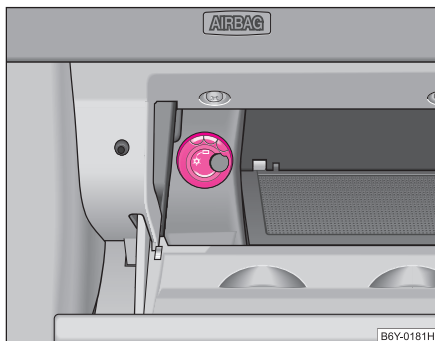

Abb. 75 Ablagefach: Bedienung der Kühlung
- Mit dem Drehschalter ⇒ Abb. 75 schalten Sie die Kühlung ein bzw. aus.